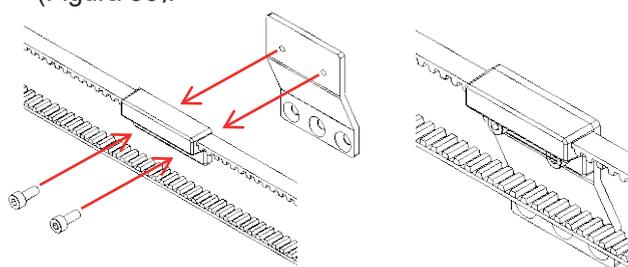

Figura 36: Parafuse o suporte superior na presilha superior da correia.
3. Parafuse o grampo da correia à presilha superior da correia (Figura 36).